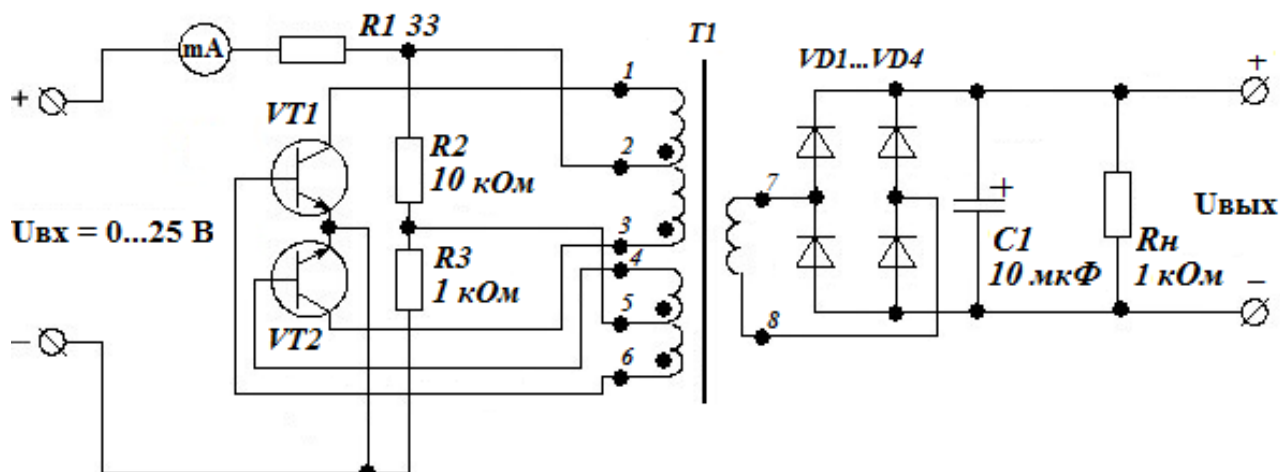

Рис. 1. Схема конвертора с двухтактным преобразователем напряжения с трансформаторной обратной связью.
3.1. Собрать схему, показанную на рис.1.